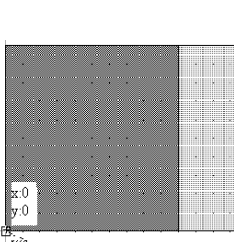
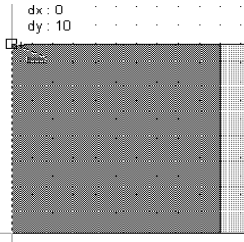
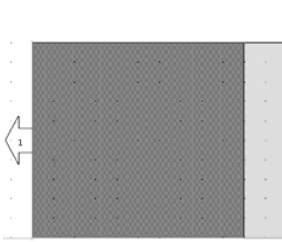

Рис. 4.26
Рис. 4.27
Рис. 4.28
3. Не отпуская клавишу **Ctrl**, нажмите левую кнопку мышки (соответствующее изображение показано на рис. 4.26) и, не отпуская её, двигайте курсор к верхнему левому углу проводника, пока другой квадрат не появится на этом углу (рис. 4.27). Отпустите кнопку мышки и клавишу **Ctrl**. Добавленный порт показан на рис. 4.28.